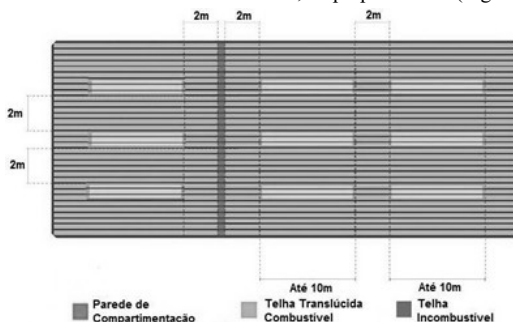

Figura 2 – Afastamento de telhas combustíveis translúcidas.
- b) distar, no mínimo, 2 metros de outras telhas translúcidas combustíveis, na perpendicular (Figura 2).